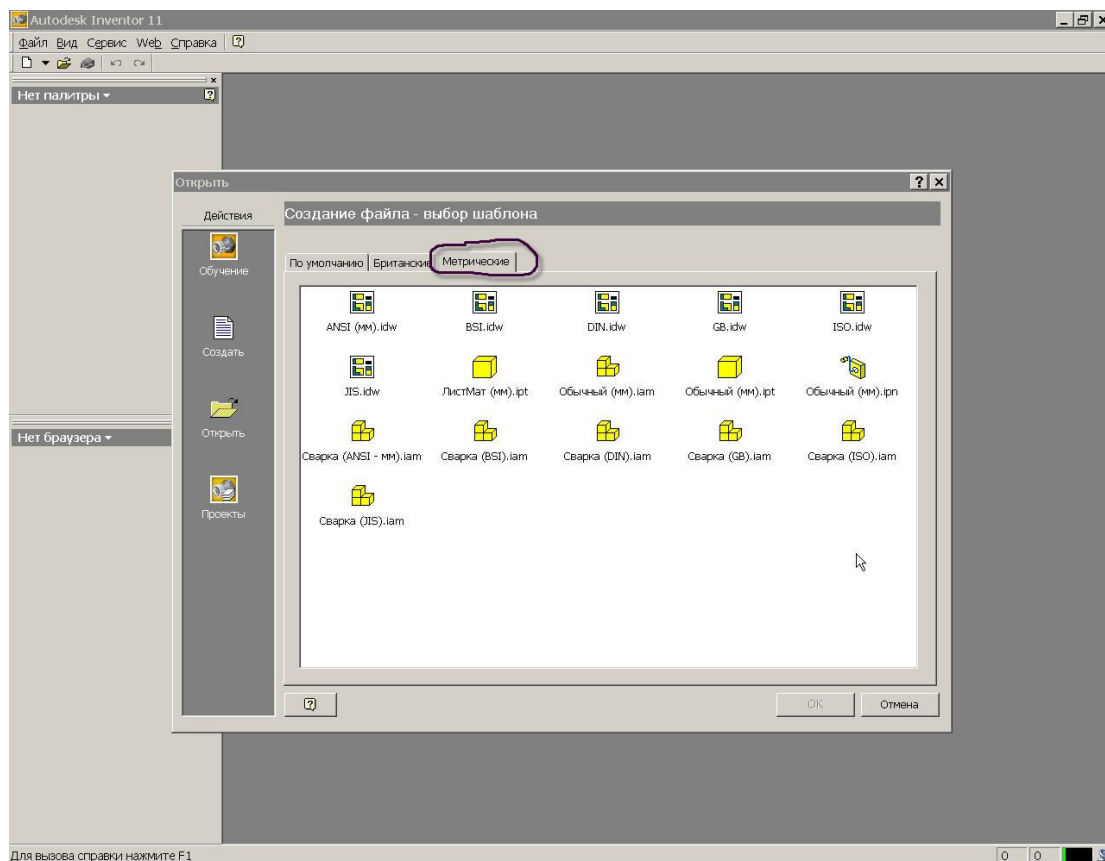

Рис. 23. Выбор шаблона из окна "Открыть"
После запуска программы Autodesk Inventor (AI) открывается диалоговое окно (рис. 23), в котором предлагается либо создать новый документ, либо открыть для просмотра и редактирования уже существующий. Выбираем действие «Создать новый документ» и переходим на закладку «Метрические». Выбираем тип документа «Обычный (мм).ipt» – файл детали.